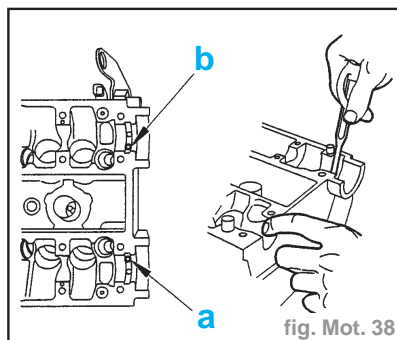

fig. Mot. 38
- Obtenir la canalisation en "a" (fig. Mot. 38).